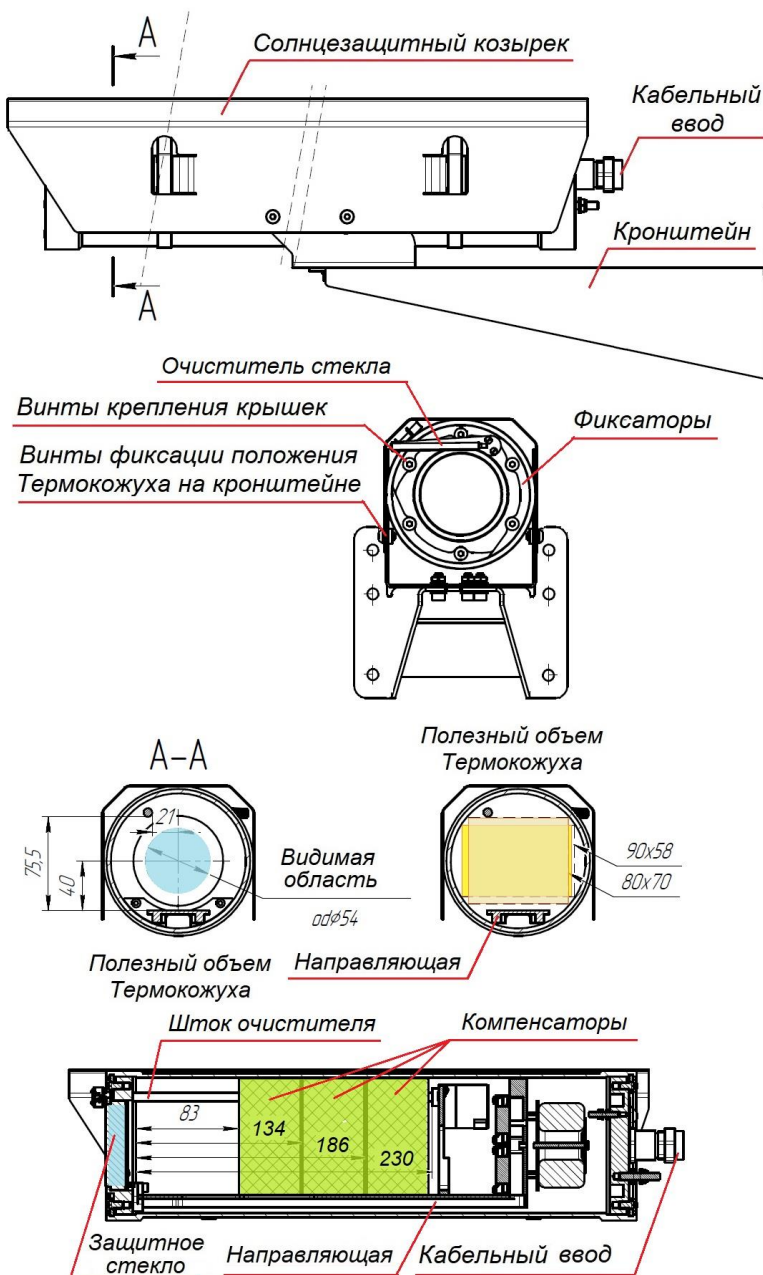

Рис. 3.2.1 Внешний вид термокожуха BCM-250Ex и назначение его конструктивных элементов
3.2 Внешний вид термокожуха и назначение элементов его конструкции приведены на рис.3.2.1.